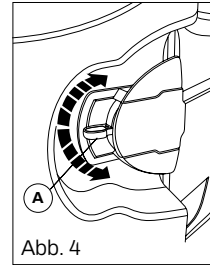

Abb. 4
- Ziehen Sie den Griff **A** nach innen, um das Schloss zu entriegeln. (Abb. 4)
(Abb. 4)